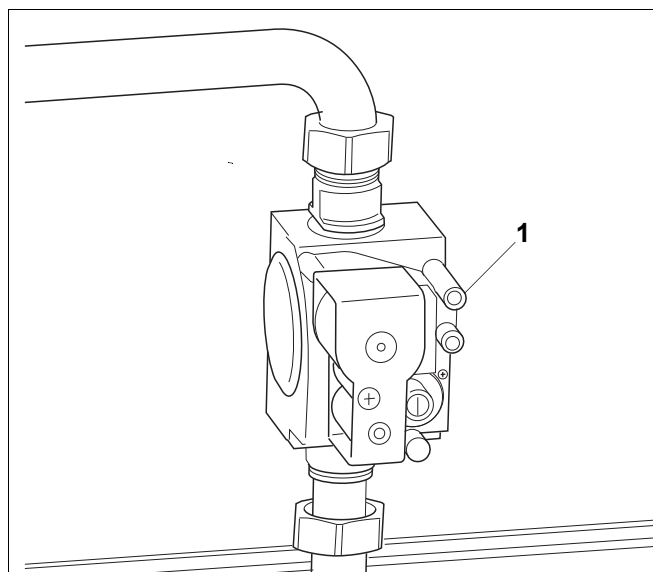

Рис. 25 Газовая арматура "SIT" 840 Sigma
- Открутить запорный винт на контрольном ниппеле для подключения газа и удаления воздуха (Рис. 25, поз. 1) на газовой арматуре на два оборота и надеть шланг.